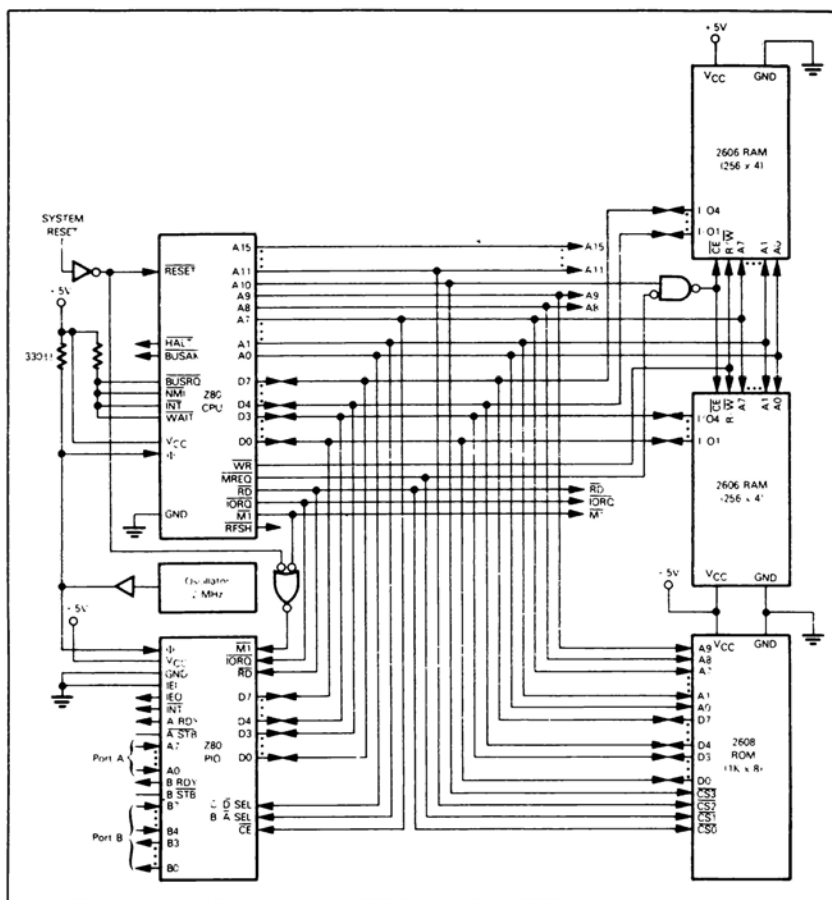

Figura 4-2. Configurazione del microcalcolatore con lo Z80
bisogno di un dispositivo Z80 PIO (Parallel Input/Output), di un po' di memoria a sola lettura (ROM) per la memorizzazione del programma, e di un po' di memoria di lettura e scrittura (RAM) per memorizzare i dati generali. La Figura 4-2 illustra il sistema del microcalcolatore che risulta dopo aver combinato questi dispositivi. Ora se non capite immediatamente la Figura 4-2 non disperate; ci sono solo alcuni aspetti in questa figura che hanno conseguenze sulla nostra discussione immediata.
Il più importante concetto che deriva dalla Figura 4-2 è questo: quando si progetta della logica scrivendo dei programmi in linguaggio assembly in un sistema a microcalcolatore, il programma che scriverete diventerà altamente dipendente dalla configurazione dei dispositivi. Il modo col quale i dispositivi di Figura 4-2 sono stati combinati non è l'unico; sono parimenti fattibili configurazioni alternative. Tuttavia,
Torniamo al modo specifico in cui si sono incorporati i dispositivi nella Figura 4-2.
Supporremo che tutti i bit di indirizzo "don't care" siano 0; come risultato **useremo i quattro indirizzi delle porte di I/O da 0 a 3 per indirizzare il singolo Z80 PIO di Figura 4-2. I quattro indirizzi accederanno alle locazioni del Z80 PIO come segue:**
Supponiamo che lo Z80 PIO di Figura 4-2 debba rispondere solo agli indirizzi da 0 a 3 della porta di I/O. Ora tutte le linee di segnale "don't care" devono essere ingressi per la logica che è vera solo quando queste linee di segnale sono tutte basse. Ecco un modo per creare la logica di selezione del chip:
**La direzione dei dati e la utilizzazione della porta illustrata per lo Z80 PIO in Figura 4-2 non hanno caratterizzazione in hardware. La utilizzazione della porta può essere modificata in ogni istante scrivendo le appropriate parole di controllo nei registri di Controllo dello Z80 PIO.**
**La logica di selezione della memoria illustrata in Figura 4-2 soddisferà i requisiti della logica di Reset.**
In sommario, gli indirizzi del sistema di microcalcolatore illustrato in Figura 4-2 saranno interpretati come segue: